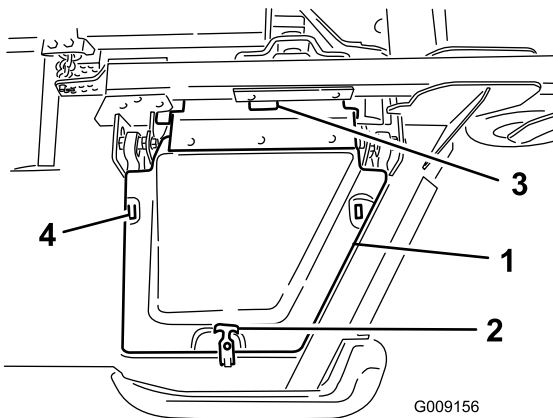

Bild 6
8. Setzen Sie die Flügelmäherkabdeckung auf und befestigen Sie sie mit dem Gummriegel (Bild 6).